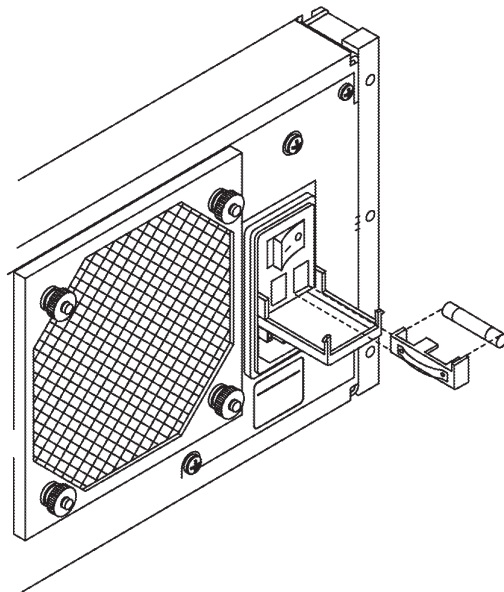

図6-1. ラインヒューズの交換
- ステップ2. リアパネルの電源スイッチの隣にあるタブの下側に小型のマイナスドライバを差し込んで、カバーを慎重にこじ開けると、ヒューズホルダーが現われます（以下の図6-1を参照してください）。